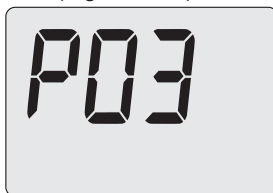

Figura 5.48
- Scorrere i vari parametri utilizzando i tasti 13 o 14 fino a far apparire sul display LCD codice **P03**, indicante l'entrata nel "parametro P03" (Figura 5.48).
- Premendo il tasto 13 o 14 (Figura 5.46) si ottiene la conferma del valore inserito e si ritorna alla lista parametri (Figura 5.48).